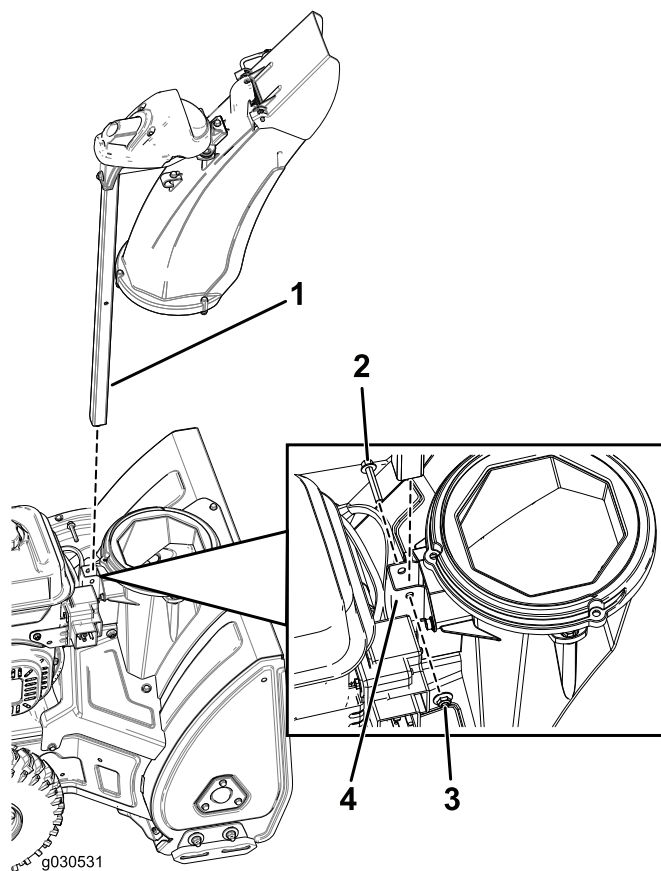

Figura4
1. Introduceți suportul jgheabului prin consola din baza mașinii și fixați-o cu ajutorul unui șurub și al unei contrapiulițe (Figura4).